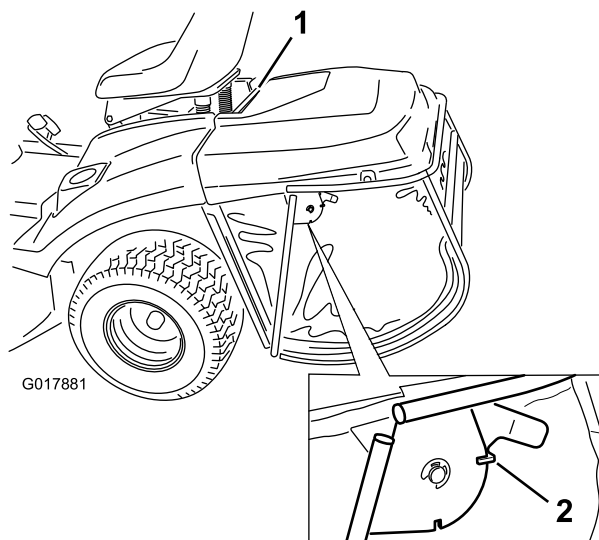

Figura 37
1. Bloccate il fermo di chiusura sul cesto di raccolta (Figura 37).